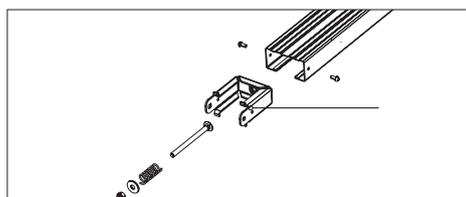

Рис. 1
2. Разберите механизм натяжения цепи (поз. 1, рис. 1).